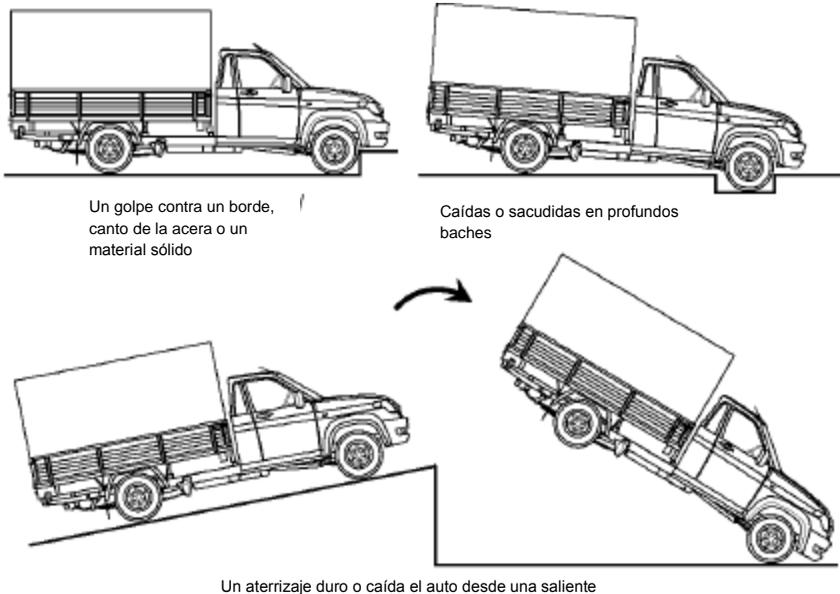

Fig. 3.28. Ejemplos de situaciones con la activación del sistema de seguridad pasiva del conductor y del pasajero delantero.
- en el caso de un impacto suficiente en el automóvil desde el frente, algunos ejemplos se muestran en (fig. 3.28).